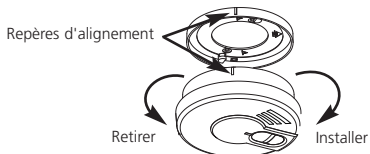

FIGURE 4
- 1). Enlevez la platine de montage à l'arrière du détecteur en la maintenant et en faisant tourner le détecteur dans la direction indiquée par la flèche "RETIRER". Voir Figure 4.
- 5). Les bords de la plaque d'habillage et du détecteur présentent des repères d'alignement. Après avoir installé la platine de fixation, présentez le détecteur sur celle-ci en alignant les repères d'alignement. Tournez le détecteur dans le sens indiqué par la flèche "Installer" sur le couvercle du détecteur (voir Figure 4) jusqu'à ce qu'il se verrouille en place.
Pour remplacer la pile, retirez le détecteur de la platine de montage en le dévissant dans le sens de la flèche "OFF" sur le couvercle (voir chapitre 3, Figure 4). Le détecteur de fumée est alimenté par une pile alcaline 9 V. Une pile neuve devrait durer au moins 5 ans dans des conditions normales d'exploitation. Cette alarme présente un circuit de surveillance de déchargement de la pile qui fait retentir une tonalité aigüe toutes les 30 à 40 secondes environ pendant trente (30) jours au moins lorsque la pile s'épuise. Remplacez la pile dès que cela se produit. A chaque remplacement de batterie, vérifiez le fonctionnement correct du dispositif d'alarme à l'aide du dispositif d'essai. Une pile neuve devrait durer au moins 5 ans dans des conditions normales d'exploitation.